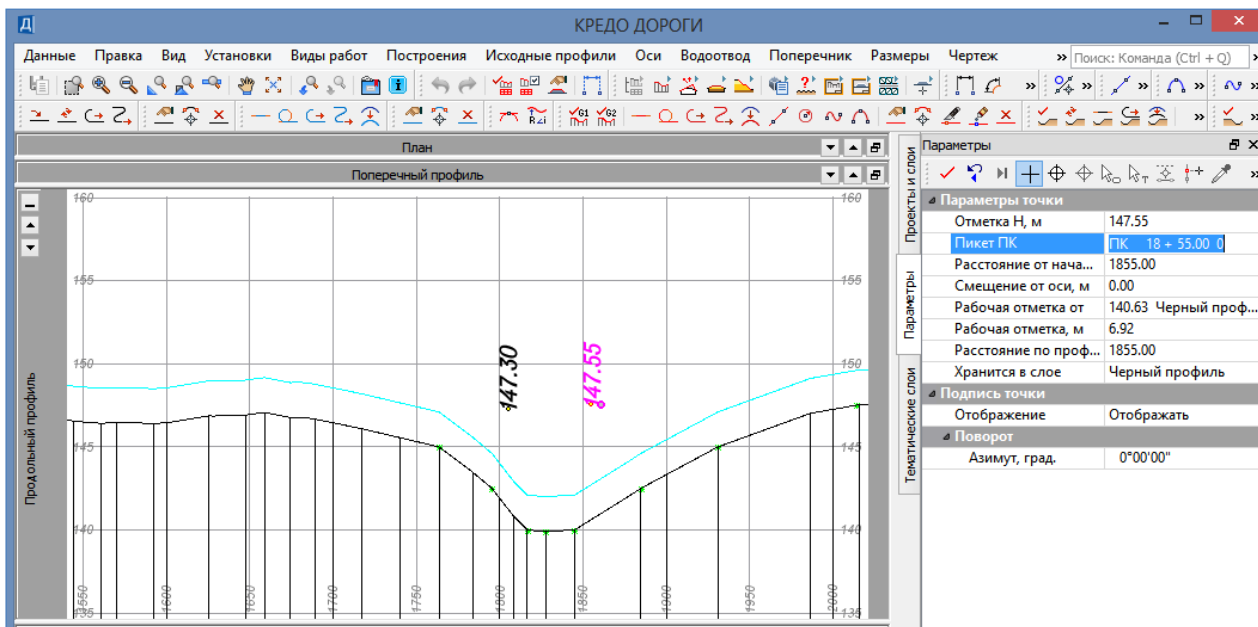

Рис.34. Создание точек начала и конца моста
1. Задайте точки начала и конца моста с помощью команды Построения / Точка / По курсору. В окне *Продольный профиль* курсором укажите положение точек начала и конца моста. Уточните пикетажное и высотное положение точек, введя соответствующие значения, в графы *Пикет ПК* и *Рабочая отметка* в окне *Параметры*, как показано на рис.34.